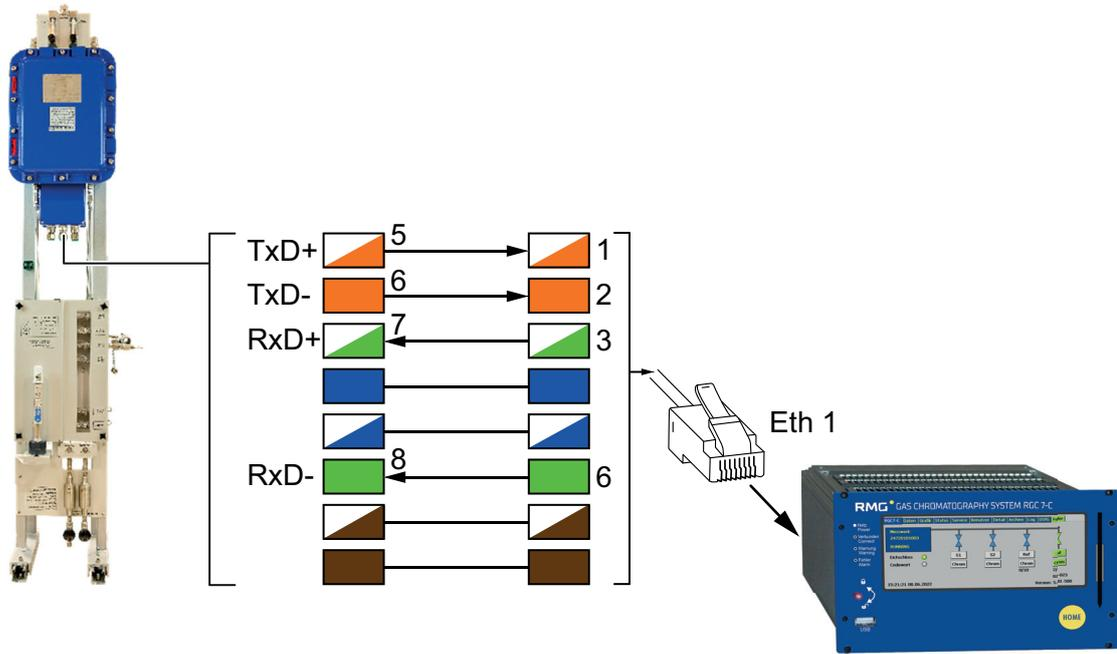

Abb. 8: Klemmenbelegung für Ethernet-Kabel in der Anschlussdose des RGC 7-M
- ▶ Schließen Sie die Adern des Kabels gemäß nachfolgender Tabelle an die Klemmen in der Anschlussdose des RGC 7-Messwerks an (vgl. auch Abb. 8).